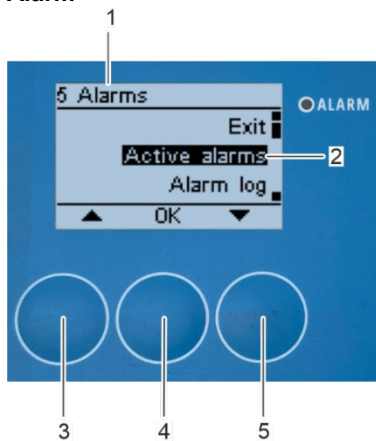

Abbildung 183: Öffnung des Untermenüs „aktiver Alarm“
⇒ Das Untermenü „5 Alarm“ erscheint auf dem Bildschirm (Abbildung 183/1).
1. Wählen Sie das Untermenü „aktive Alarme“ (Abbildung 183/2) mit den Pfeiltasten [nach oben] (Abbildung 183/3) und [nach unten] (Abbildung 183/5).
2. Bestätigen Sie die Auswahl mit [OK] (Abbildung 183/4).